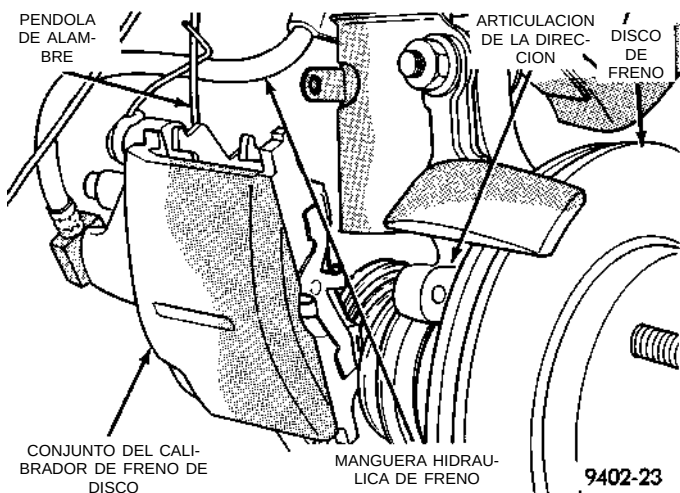

Fig. 60 Cómo sostener el calibrador
(5) Sostenga con firmeza el calibrador para evitar que su peso dañe la manguera flexible de freno (Fig. 60).